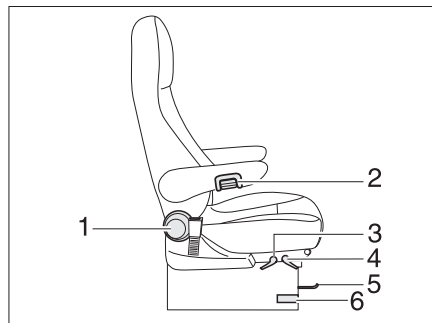

Bild 93 Fahrer- und Beifahrersitz
- Den Hebel zum Drehen des Sitzes (Bild 93,6) drücken oder ziehen. Der Sitz wird aus der Arretierung gelöst.